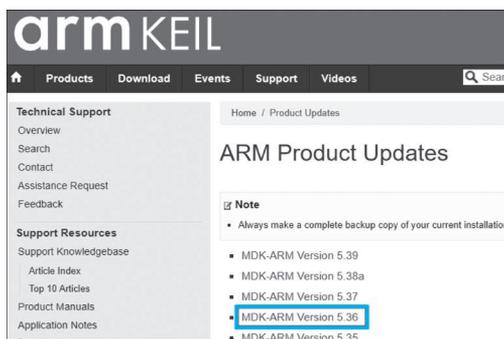
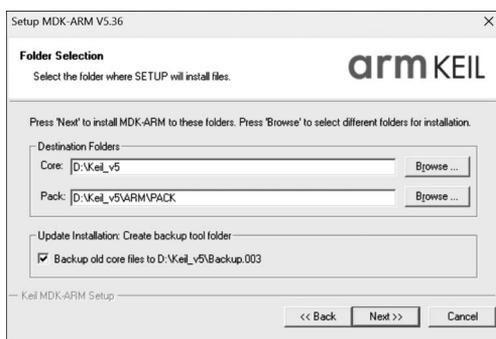

图 3.9 ARM Product Updates 页面
图 3.10 安装程序目录配置界面
(1) 由于最新的 MDK 不支持 Compiler Version 5 编译器,而利用 STM32CubeMX 生成的工程需要使用此编译器,因此需要下载 5.37 版本以前的 MDK。打开 Keil 官方网站的 ARM Product Updates 页面,在页面中找到 5.36 版本的下载链接并单击打开,如图 3.9 所示。
(2) 在打开的页面中,需要填写相关信息才能下载。
(3) 双击安装程序安装即可。注意,要安装在全英文目录下,同时设置好程序内核的安装位置和固件包的安装位置,如图 3.10 所示。